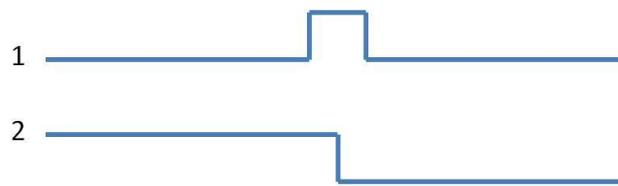

Figure 2 :
Le GT a davantage opté pour le toucher continu car la sensation de marche semble importante pour la détection de la différence de frottement. En revanche, il s'est posé la question de la seule détection de la marche (1) plutôt que de la détection de deux textures (2) (ressentis exprimés par la Figure 2)